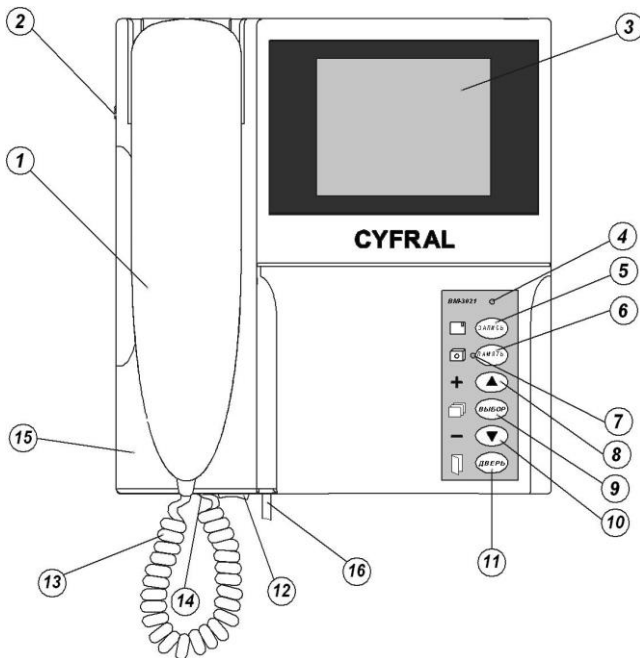

Рисунок 1. Расположение органов управления видеомонитора
8. Присоедините витой шнур 13 трубки, установите трубку 1 на крышку 15 (см. рисунок 1).
9. Вставьте штепсельную вилку видеомонитора в розетку питания 220 В, включите видеомонитор (переключатель 12 - см. рисунок 1).
7. Присоедините витой шнур 13 трубки, установите трубку 1 на крышку 15 (см. рисунок 1).
12. Вставьте штепсельную вилку видеомонитора в розетку питания 220 В, включите видеомонитор (переключатель 12 - см. рисунок 1).
При первом включении видеомонитора произведите его настройку. Выбор функции для настройки производится с помощью экранного меню. Для входа в меню нажмите и удерживайте кнопку 9 (**ВЫБОР**) (см. рисунок 1) до появления на экране 3 надписи «Общ.Настр.». Перемещайте курсор по пунктам меню последовательными нажатиями кнопки 8 (**▲**) или 10 (**▼**). После выбора нужного пункта кратковременно нажмите кнопку 9 (**ВЫБОР**) для входа в следующее меню или для изменения значения. Для увеличения значения выбранной функции нажимайте кнопку 8 (**▲**), для уменьшения – кнопку 10 (**▼**). Для выхода из текущего меню или регулировки кратковременно нажмите кнопку 11 (**ДВЕРЬ**).